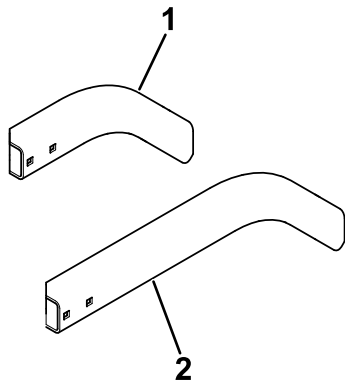

Figura 19
- **Modelo 31980:** Sujete el soporte largo derecho (Figura 19) al soporte derecho usando 2 pernos de cuello cuadrado ($5/16'' \times 3/4''$) y 2 tuercas con arandela prensada ($5/16''$).
- **Modelo 31981:** Sujete el soporte corto derecho (Figura 19) al soporte derecho usando 2 pernos de cuello cuadrado ($5/16'' \times 3/4''$) y 2 tuercas con arandela prensada ($5/16''$).